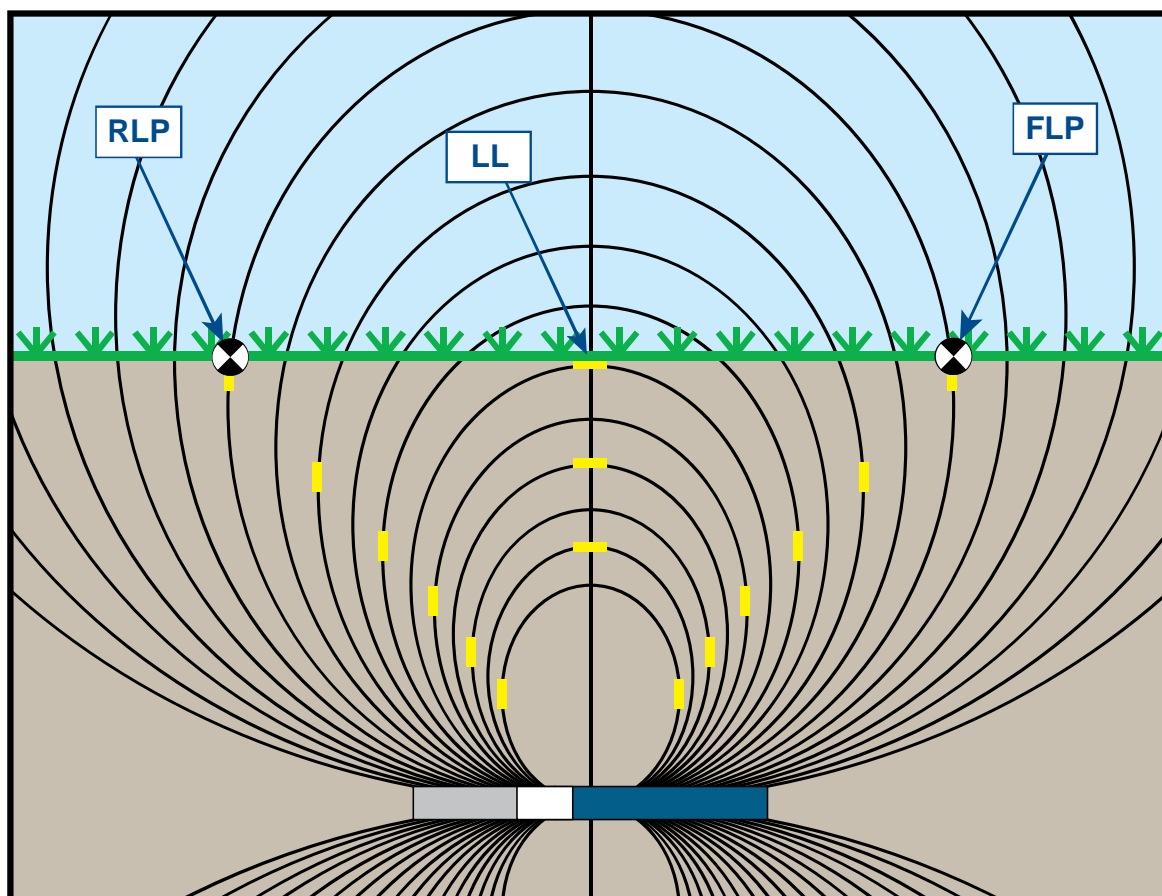

Figura B1. Campo di flusso e geometria di FLP, RLP e LL (vista laterale)
Il campo del segnale emesso dal trasmettitore, come mostrato nella figura B1, è composto da una serie di segnali ellittici o linee di flusso. Le linee di flusso indicano la posizione del trasmettitore. Quando il trasmettitore è livellato rispetto al terreno, la linea di localizzazione (LL) sarà direttamente sopra al trasmettitore, e la profondità visualizzata sul ricevitore sarà la profondità effettiva. Si potrà notare anche che i punti di localizzazione (FLP e RLP) sono a distanze uguali dal trasmettitore. La posizione della linea di localizzazione LL si trova all'intersezione tra la componente orizzontale del campo di flusso e il terreno, e i punti FLP e RLP si trovano all'intersezione tra le componenti verticali del campo di flusso e il terreno. Alcune componenti orizzontali e verticali sono identificate da brevi linee gialle in figura B1.